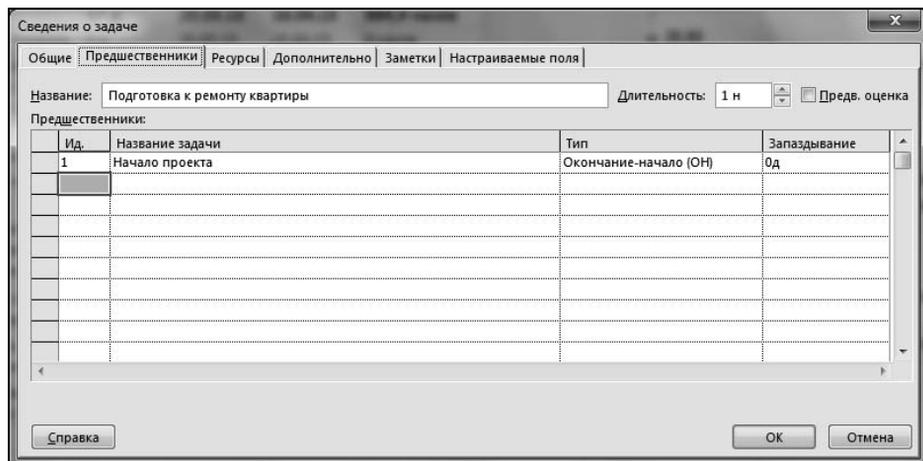

Рис. 5.12. Пример окна списка предшественников
6. Ввести с клавиатуры идентификационный номер предшествующей задачи, равный 1, и завершить ввод нажатием клавиши <Enter>. В соответствующей строке столбца **Название задачи** автоматически появится наименование предшествующей задачи (**Начало проекта**), в столбце **Тип** появится значение **Окончание-начало (ОН)**, а в столбце **Запаздывание** — значение **0д** (рис. 5.12).
- Выполнить пп. 1–4 *алгоритма 5.7*. На экране появится окно, аналогичное показанному на рис. 5.12.
1. Выполнить пп. 1–4 *алгоритма 5.7*. На экране появится окно, представленное на рис. 5.12.